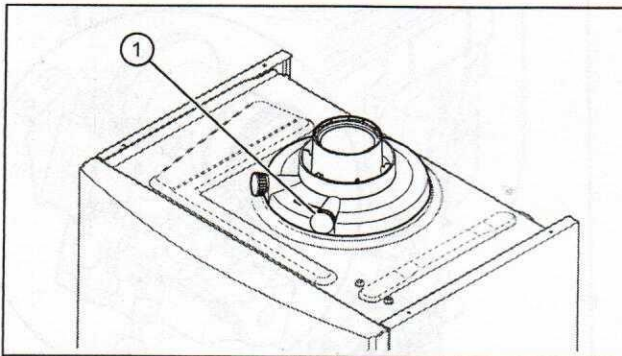

Fig. 2.3 Măsurarea conținutului de CO2 la ștuțul de măsurare a gazelor de ardere
- ▶ Măsurați conținutul de CO2 la ștuțul de măsurare a gazelor de ardere (1, Fig. 2.3).